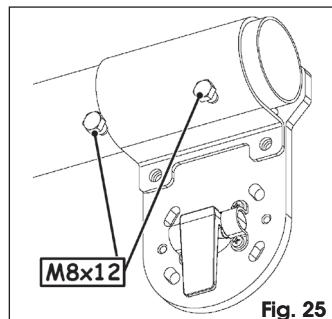

Fig. 25
- Maak de arm verder vast met de andere twee schroeven, Fig. 25.